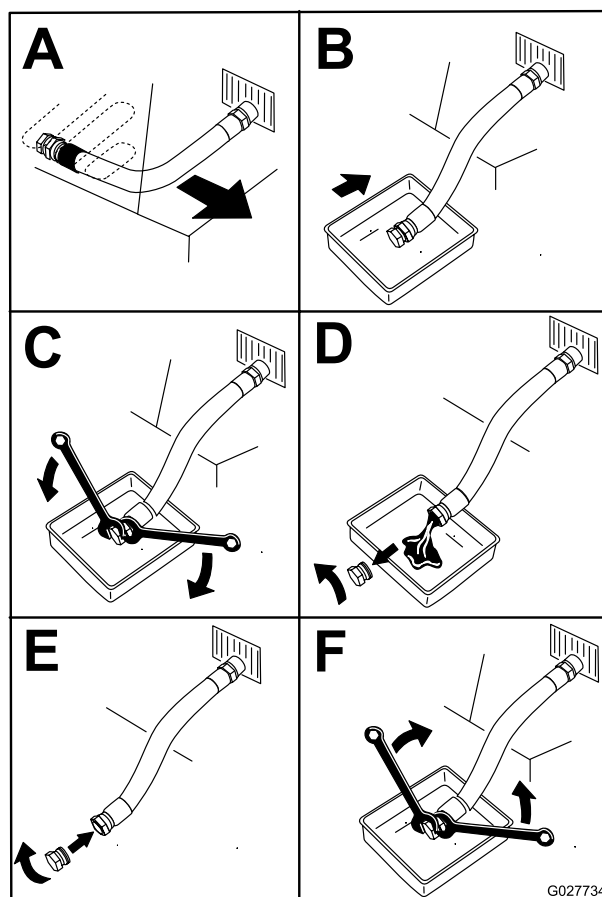

Figura 50
3. Pare el motor, retire la llave y espere a que se detengan todas las piezas en movimiento antes de abandonar el puesto del operador (Figura 50).